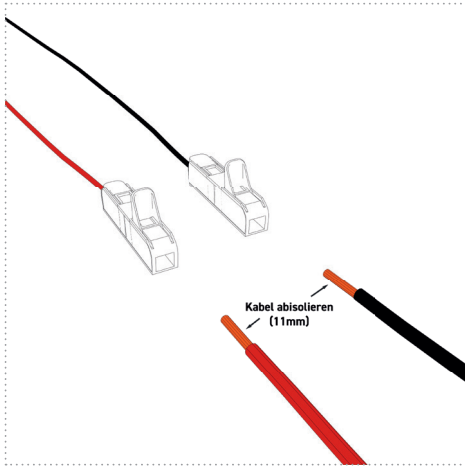

Abbildung: 18
2. Isolieren Sie die bordseitigen Anschlusskabel 11 mm ab (*Abbildung 18*).